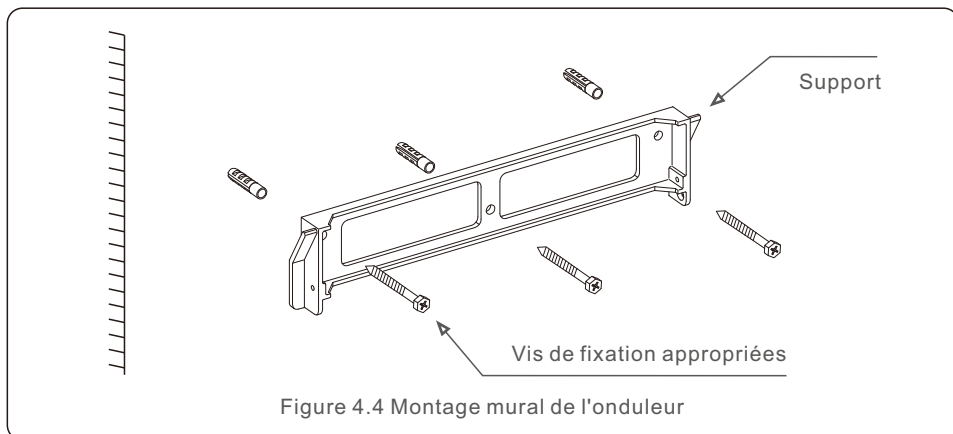

Figure 4.4 Montage mural de l'onduleur
Voir les figures 4.4 et 4.5 pour les instructions de montage de l'onduleur.
2. Assurez-vous que le support est horizontal. Et que les trous de fixation (figure 4.4) sont marqués correctement. Percez les trous dans le mur selon vos repères.